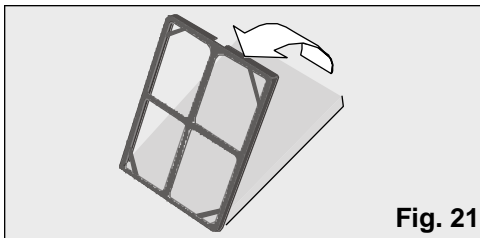

Fig. 21
- Comprobar que el filtro purificador está colocado en el posicionador, en caso contrario instálelo como se indica en la **Fig. 21**. Colocar la parte oscura del filtro en contacto con el posicionador.